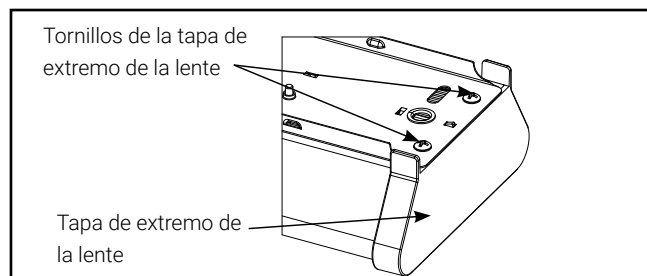

Figura 3.
4. Retire los tornillos de la tapa de extremo de la lente para extraerla. Déjelos a un lado para volver a colocarlos (Figura 3).